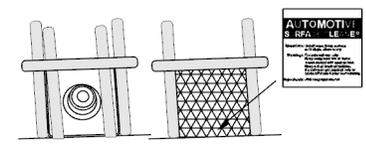

Fig 3
5. Remove the hood deflector and outline the perimeter of the Adhesive Pedestals with tape strips or masking tape to help with correct position of the final installation. Remove the adhesive pedestals and thoroughly clean the outlined area with automotive surface cleaner. Wipe dry with a clean cloth or paper towel. This will ensure all wax, fingerprints, and oils are removed from the hood surface in the bonding area. (Fig 3)
5. Retirez le déflecteur de capot et délimitez le périmètre des socles adhésifs avec des bandes de ruban adhésif ou du ruban-cache pour faciliter la position correcte de l'installation finale. Retirez les socles adhésifs et nettoyez soigneusement la zone délimitée avec un nettoyant pour surfaces automobiles. Essuyez avec un chiffon propre ou une serviette en papier. Cela garantira que toutes les cires, empreintes digitales et huiles sont éliminées de la surface du capot dans la zone de liaison. (Fig 3)